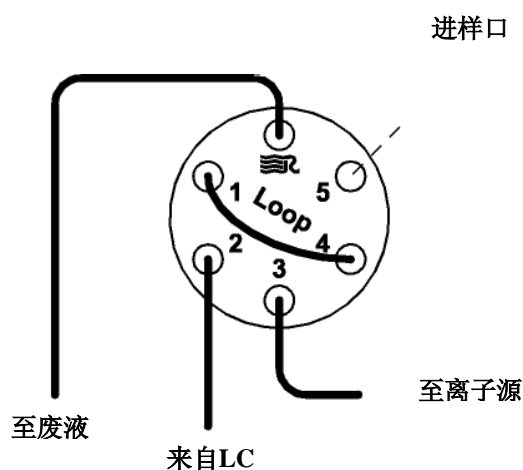

图5-4. 转向/进样阀，图中显示的是手动定量环进样的管线连接
- 拆除安装在注射器接头组件和转向/进样阀5号端口之间的样品传输管线。5号端口现在用作进样端口，见图5-4。